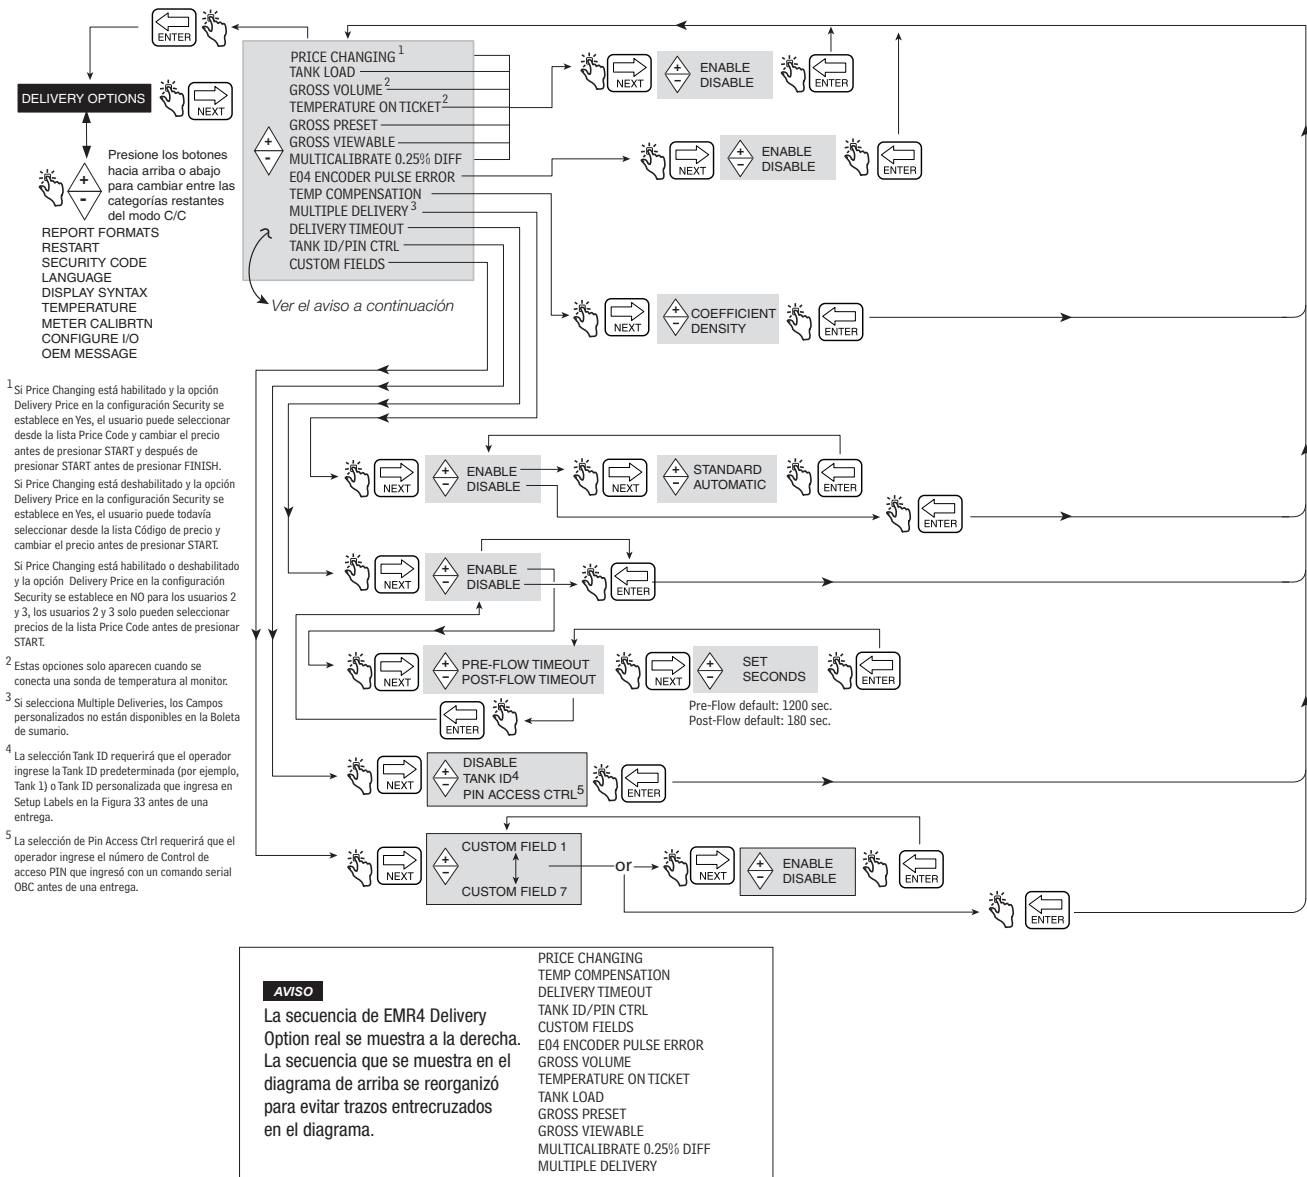

Figura 47. Delivery Options
3. Para cambiar la densidad de un producto determinado, el EMR4 debe establecerse en el modo de densidad y se debe habilitar la compensación de temperatura como se describe en la Figura 47, Delivery Options.
La Figura 47 ilustra la configuración de Delivery Options en el modo C&C. Esta opción le permite habilitar o deshabilitar cambios de precio dentro del Estado de entrega según sus requisitos normativos. En esta configuración, también selecciona el coeficiente (de expansión) o densidad como el método de compensación de temperatura para las entregas, habilita delivery timeout, Tank ID, Custom fields, Tank Load y E04 encoder error (Gross volume y Temperature en los campos de la boleta que también son visibles cuando la sonda de temperatura se conecta al monitor del EMR). También puede habilitar o deshabilitar Gross Preset, Gross Viewable, Multicalibrate 0.25 EMR4 Diff y Multiple Delivery.
Estos tiempos de espera pueden habilitarse o deshabilitarse mediante la función Delivery Timeout (ver Figura 47).